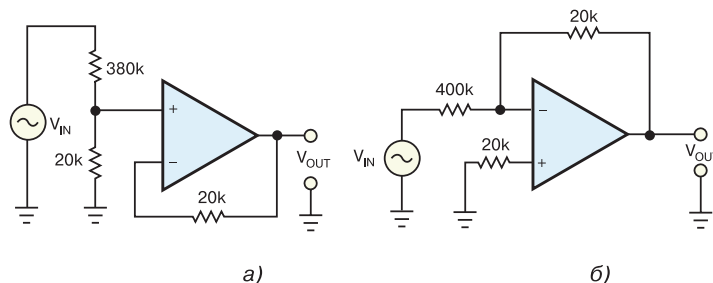

Рис. 1. Схемы включения ОУ для преобразования больших напряжений: неинвертирующее (а) и инвертирующее (б) включение
На рис. 1 представлены неинвертирующая и инвертирующая схемы ОУ для преобразования больших напряжений в сигналы, которые могут быть непосредственно поданы на вход АЦП. В первой из них (рис. 1, а) использован делитель и буферный ОУ с коэффициентом усиления +1. Во
второй (рис. 1, б) применяется инвертирующий ОУ с коэффициентом передачи, равным $1/20$. К недостаткам как первой, так и второй схемы следует отнести:
- зависимость коэффициента ослабления синфазного сигнала от величины входного сигнала (рис. 1, а).